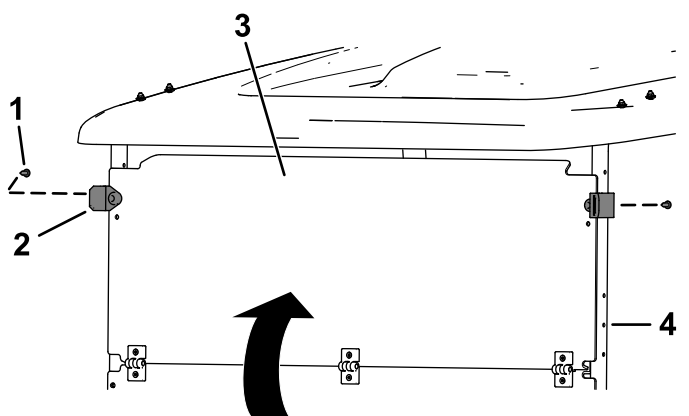

Figura 2
1. Despliegue el parabrisas y sujete la parte superior del parabrisas a los tubos de soporte de la capota usando las 2 abrazaderas de goma y 2 remaches de plástico cortos en los taladros superiores (Figura 2).